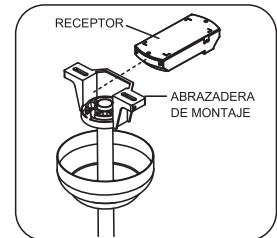

Fig.2
**Step 1.** Insert Receiver into Hanger Bracket with the flat side of the Receiver facing the ceiling. (Fig. 2)
**Paso 1.** Inserte el Receptor en la abrazadera de montaje con el lado plano del receptor frente al techo. (Fig. 2)
**PRECAUCIÓN:** No utilice el control de velocidad del ventilador en donde el Montaje no es tal como se describe en la Fig 2 de la Instrucciones de instalación.